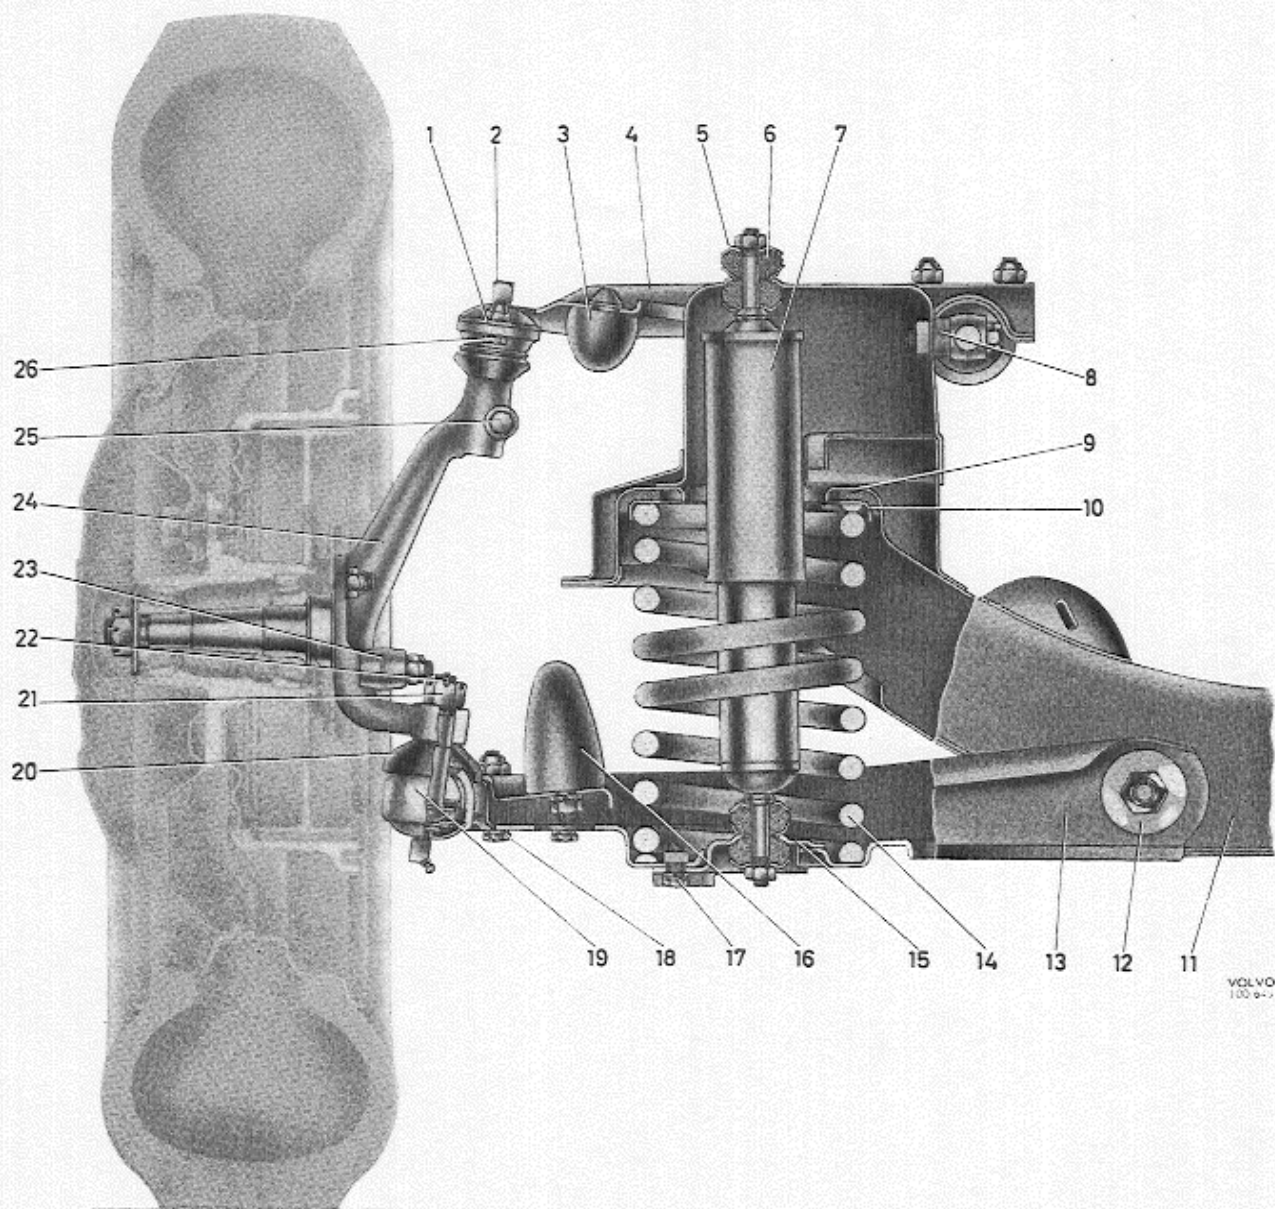

Abb. 6 Vorderfeder und Stoßdämpfer
Auch Gummizwischenstück (9, Abb. 6) kontrollieren.
Gummizwischenstück (9, Abb. 6) und Scheibe (10) im Federgehäuse des Vorderachsquerträgers an ihre Plätze bringen. Den Einbau der Vorderfeder in umgekehrter Reihenfolge wie den Ausbau vornehmen.
4. Der Einbau erfolgt in umgekehrter Reihenfolge. Scheiben lt. Abb. 6 anbringen. Muttern lt. Anweisungen unter "Stoßdämpfer einbauen" anziehen.